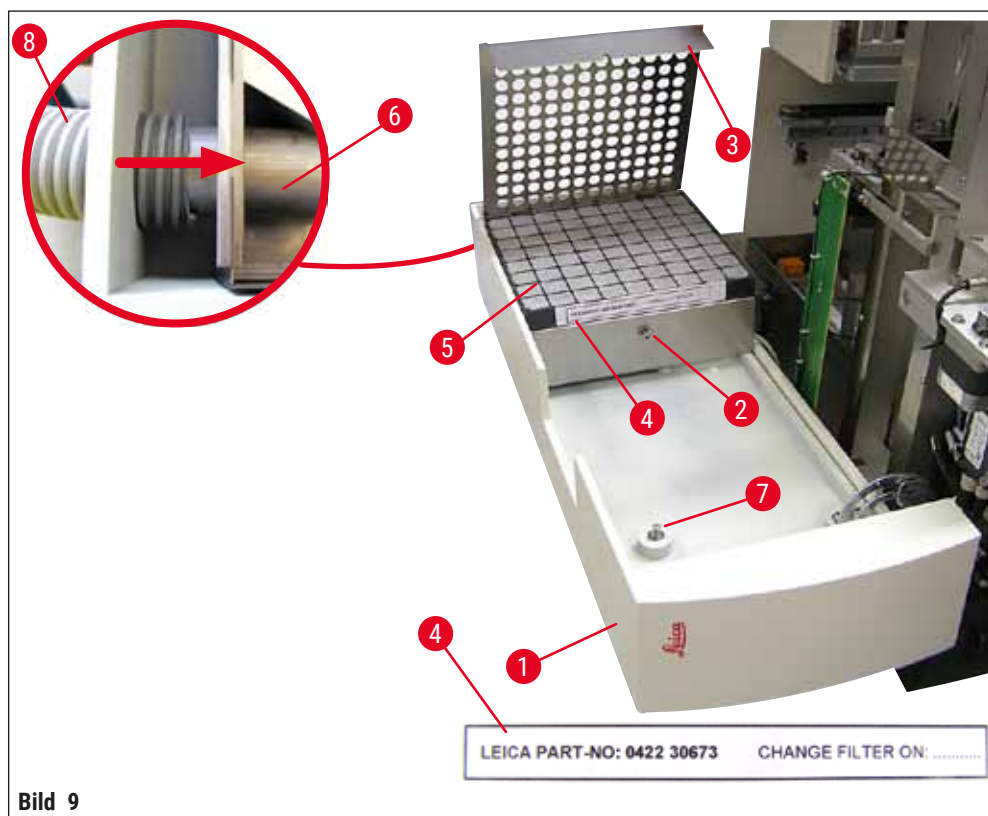

Bild 9
(→ Bild 9) Detaljbild: Anslutning av ventilationsslangen (→ Bild 9-8). Filterkåpan (→ Bild 9-3) och filtret (→ Bild 9-5) har tagits bort för att visa anslutningsstycket (→ Bild 9-6).
2. Öppna serviceluckan (→ Bild 15-1) enligt instruktionerna i (→ Sida 26 – 4.6 Installera fördelargruppen) (→ Bild 9).